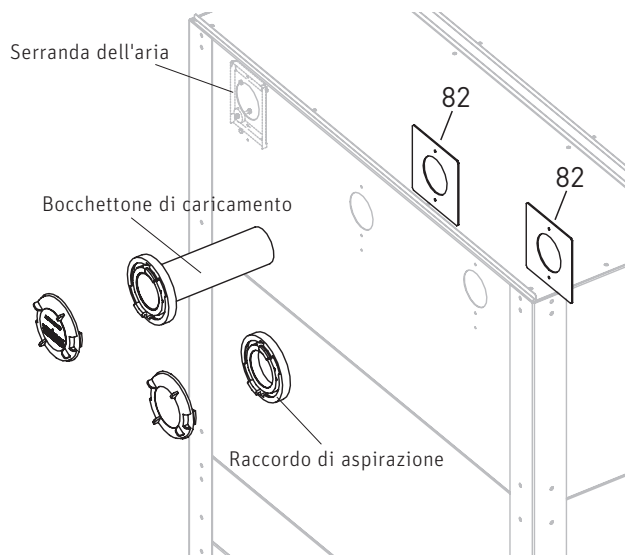

Fig. 16 Montaggio del bocchettone di caricamento e del raccordo di aspirazione
Avvitare 1 bocchettone di caricamento, 1 raccordo di aspirazione – all'esterno, 2 fissaggi per bocchettone (82) – all'interno, rispettivamente con 2 viti a testa svasata M6 x 40 e dadi – Fig 16.